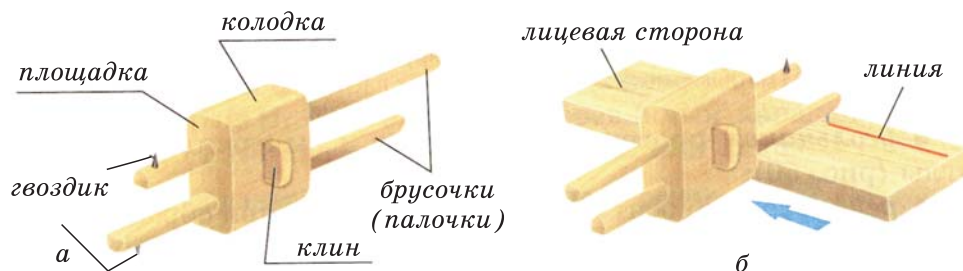

Рис. 8. Рейсмус: а – основные части рейсмуса; б – разметка доски
* **Рейсмусом** наносят параллельные линии при обработке пластов, то есть поверхности заготовки, кромок (рис. 8);